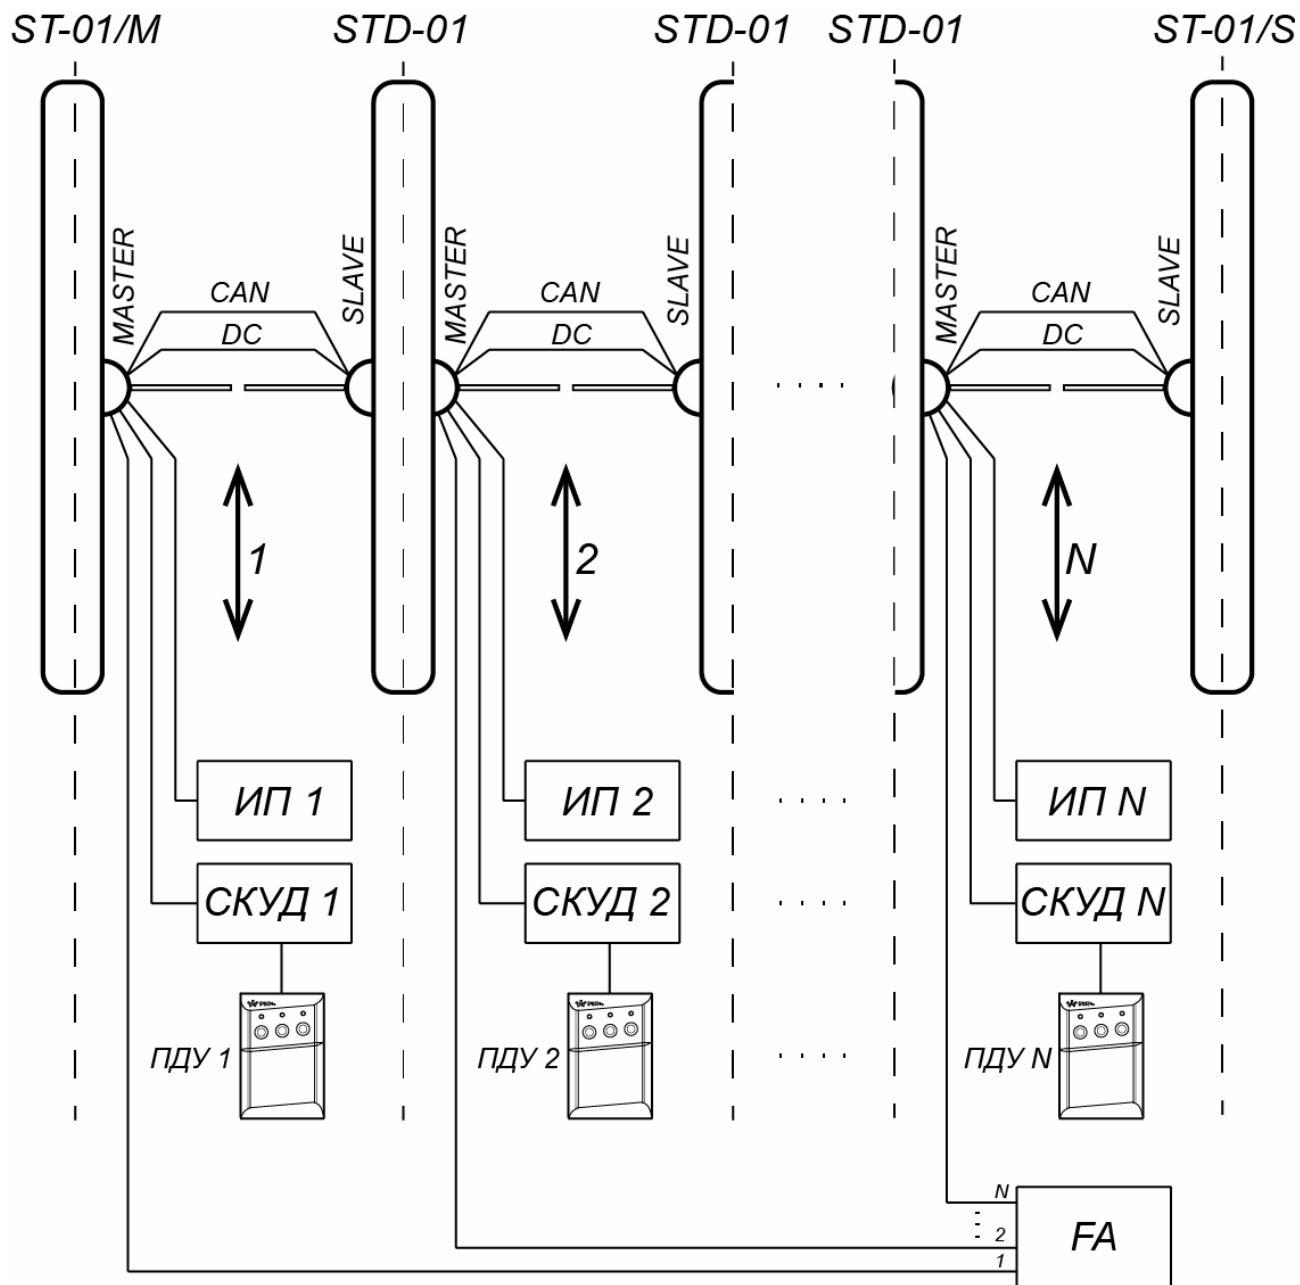
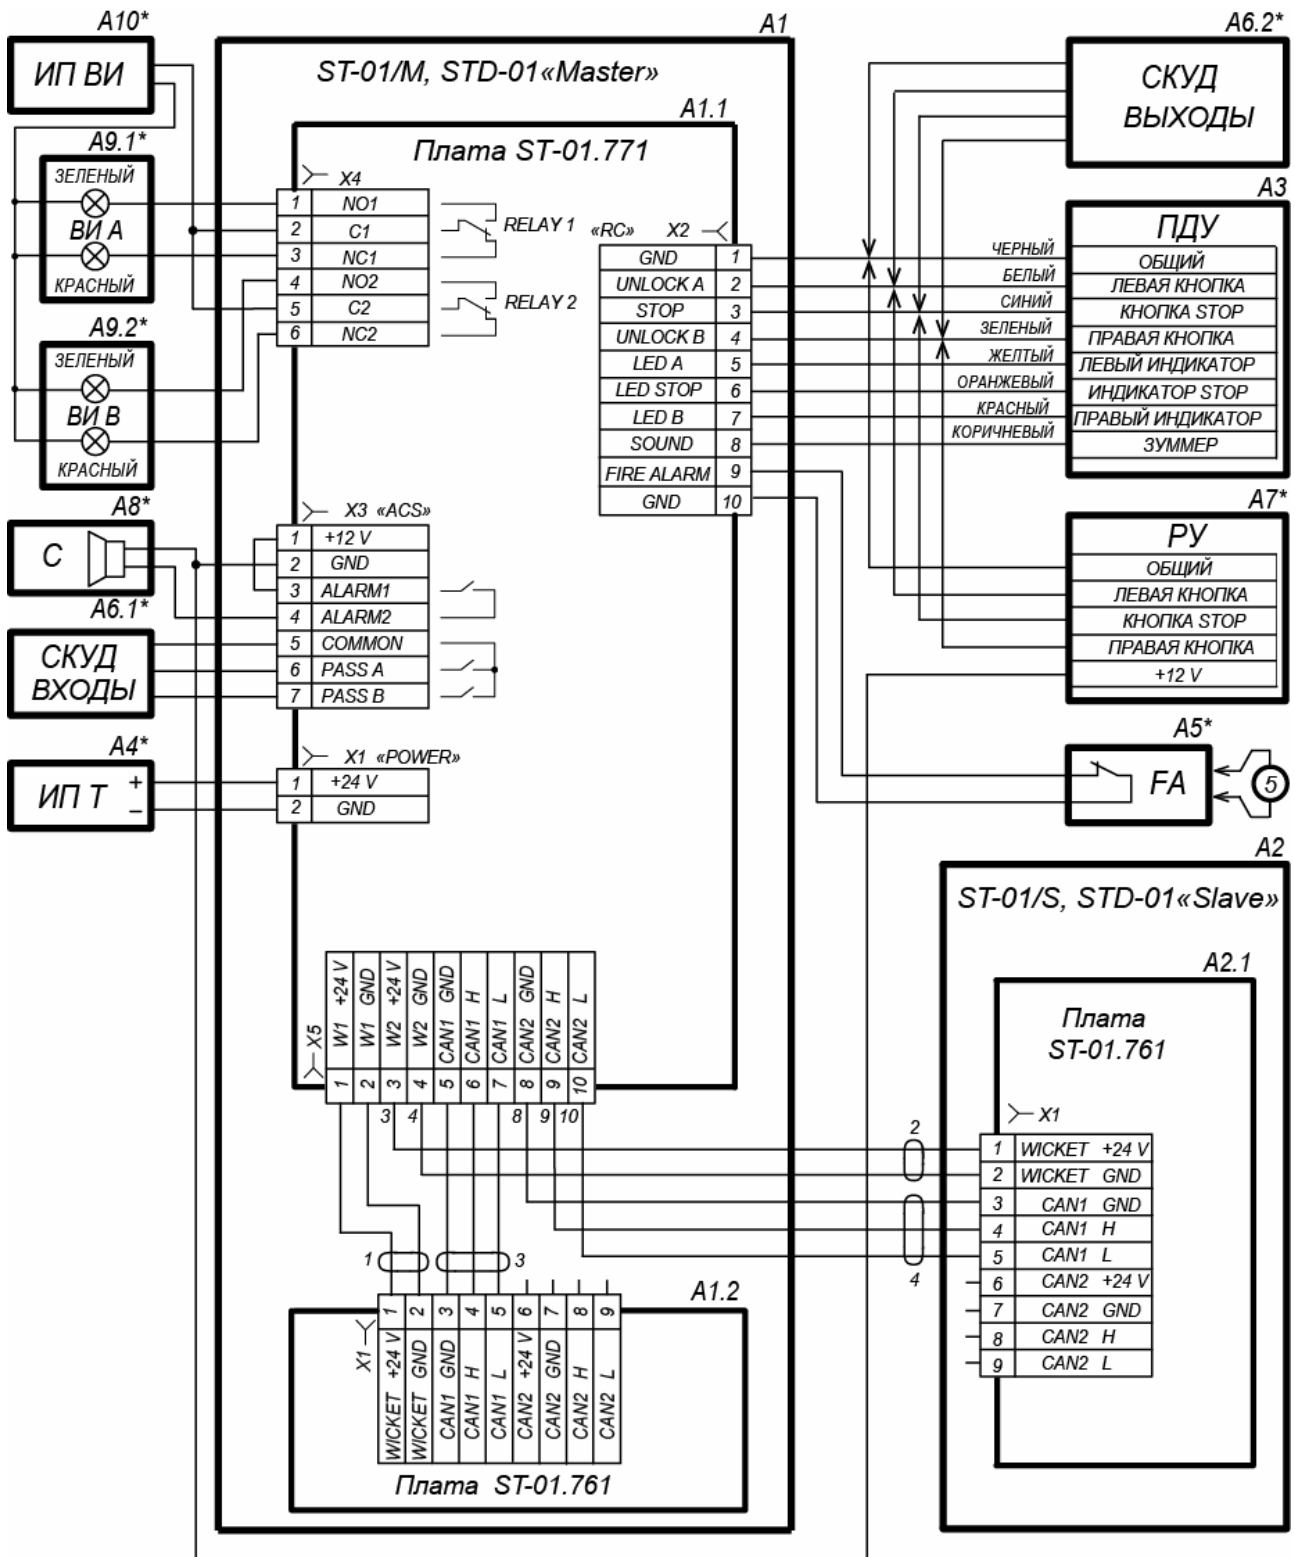

Рисунок 16. Схема соединений турникета PERCo-ST-01 и двусторонних секций PERCo-STD-01 для организации проходной с несколькими зонами прохода
Рисунок 17. Схема электрических соединений турникета11
Схема электрических соединений турникета приведена на рис. 17. Типы кабелей, используемых при монтаже, перечислены в табл. 4. На рис. 16 приведен пример схемы соединений турникета и двусторонних секций при организации проходной с несколькими зонами прохода.
Если нет возможности использовать способ протяжки кабелей кондуктором, при необходимости кабели DC и CAN можно проложить сразу, до начала установки секций. Данные кабели находятся в центральной стойке секции (стороны секции) *Slave* внизу под кожухом. Для этого необходимо распаковать секцию *Slave*, снять кожух с центральной стойки (см. рис. 18), вынуть кабели DC и CAN и отсоединить их от платы управления приводом. На концах жил кабелей имеются маркеры с номерами, соответствующими схеме соединений (рис. 17).
24. Подключите кабели к плате управления турникета, расположенной в нижней части центральной стойки секции *Master* согласно схеме электрических соединений турникета (см. рис. 8 и рис. 17).